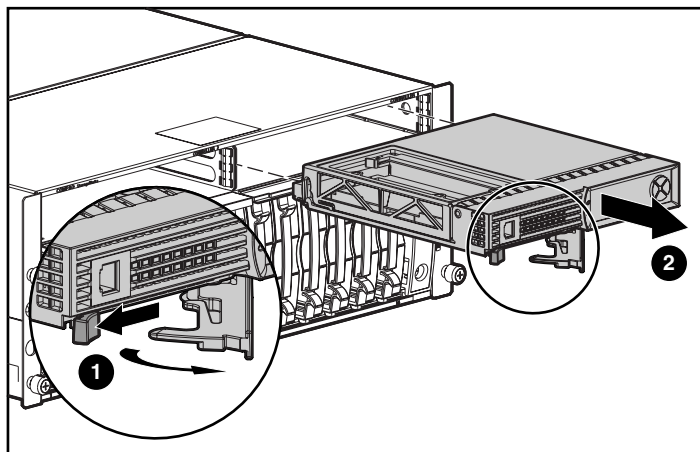

Abbildung 5: Ausbauen des Controllers aus einem MSA1000
1. Drücken Sie mit dem Daumen auf die Verriegelung des Controllers, und ziehen Sie den Verriegelungshebel in Ihre Richtung ❶. Siehe Abbildung 5.
2. Entnehmen Sie den MSA1000 Controller, indem Sie ihn gerade aus dem Gehäuse herausziehen ❷.